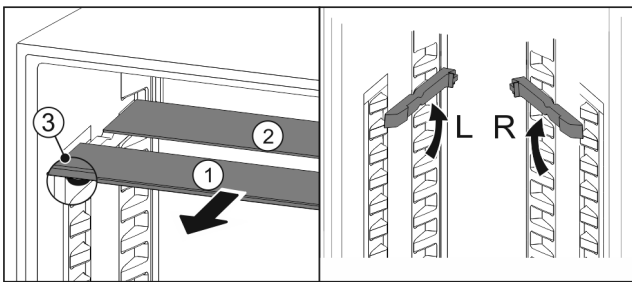

Fig. 71
- estrarre i ripiani di vetro singolarmente tirando in avanti Fig. 71 (1).
- ▷ Il piano in vetro Fig. 71 (1) con il motivo ornamentale è nella parte anteriore.
- ▷ I fermi Fig. 71 (3) sono rivolti verso il basso.